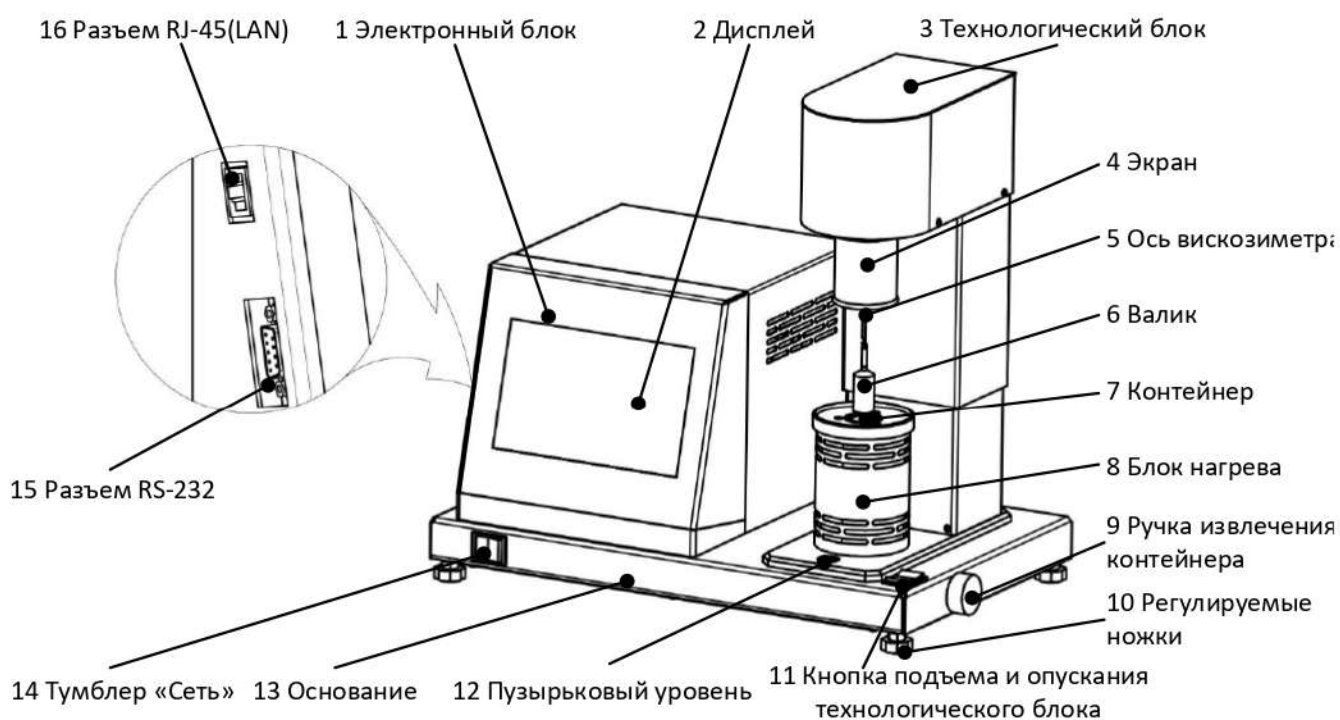
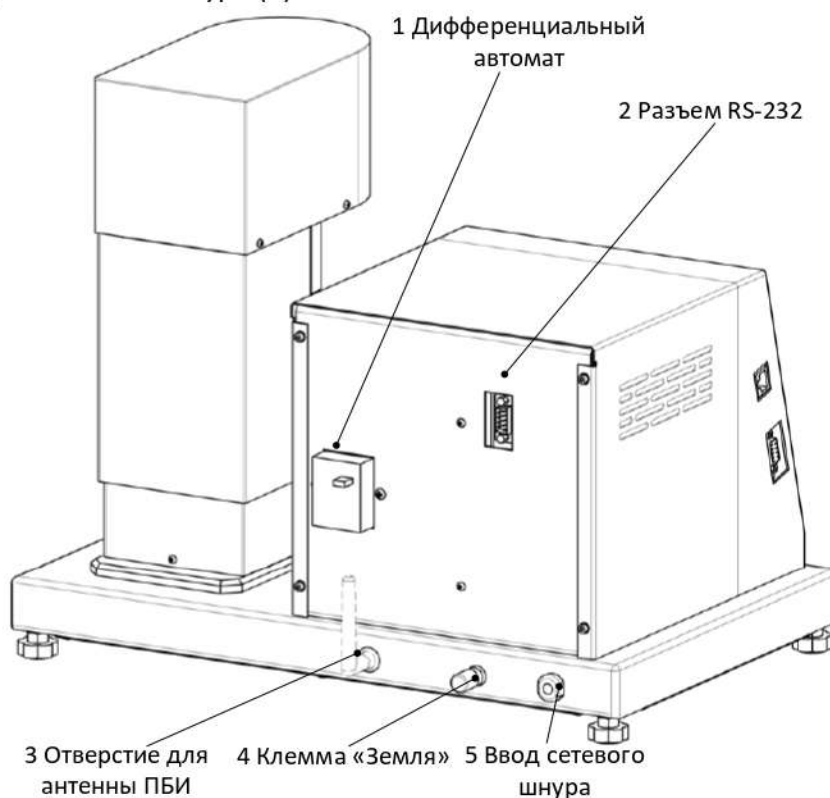

Рисунок 7 – Устройство вискозиметра
Рисунок 8 – Устройство вискозиметра. Вид сзади
- ручка извлечения контейнера (9);
- пузырьковый уровень (12);
- кнопка подъема и опускания технологического блока (11).
2.4.2.7 На задней стенке электронного блока (см. рисунок 8) располагаются:
- дифференциальный автомат (1);
- разъем RS-232 (2).
2.4.2.8 На задней стенке основания (см. рисунок 8) находятся:
- отверстие для установки антенны ПБИ (3);
- клемма «Земля» (4) для заземления вискозиметра;
- ввод для сетевого шнура (5).
- 2.4.3.5 После достижения заданной температуры контейнер (7) (см. рисунок 7), заполненный продуктом до уровня риски (см. рисунок 4) или по объему, устанавливается в блок нагрева (8) (см. рисунок 7). Валик (6) (см. рисунок 7), устанавливается через подвес на ось вискозиметра.
- 2.4.3.6 Затем необходимо с помощью кнопки (11) (см. рисунок 7) опустить технологический блок в нижнее положение и опустить экран (см. рисунок 7) на блок нагрева.
- 3.3.1 Подключить вискозиметр к сети питания. Включить дифференциальный автомат, расположенный на задней стенке электронного блока (см. рисунок 8). Включить вискозиметр тумблером «Сеть» (см. рисунок 7).
- 3.3.2 При использовании программ ЛинтеЛ® - Линк¹ необходимо установить на вискозиметр антенну¹ (см. рисунок 8) и плату¹ устройства беспроводной связи. Установка антенны производится в гнездо на задней панели вискозиметра.
- 3.3.3 При использовании обмена данными по протоколу Modbus, сетевой кабель Ethernet подключается к разъему RJ-45 (см. рисунок 7).